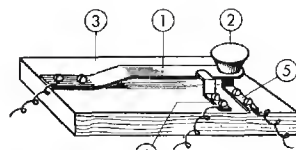

Fig. 377. Tasto Morse di propria fabbricazione.
Un semplice impianto Morse, col quale possiamo telegrafare fino a circa 200 metri di distanza, si può eseguire, secondo le figure 377 e 378, per mezzo di due cicaline **S** d'acquisto e due tasti Morse **T** di propria fabbricazione. Si fabbrica il tasto (1) piegando convenientemente una striscia di lamina elastica d'ottone lunga circa 100 mm, della larghezza di 10 mm e dello spessore di 0,6-0,8 mm. Nella striscia si eseguono due fori, per avvitarela sull'assicella di base (3), oltre ad un foro per l'avvitamento d'una manopola (2) di legno o di plastica. L'arresto del tasto, tendente a sollevarsi per effetto dell'elasticità, è costituito da una